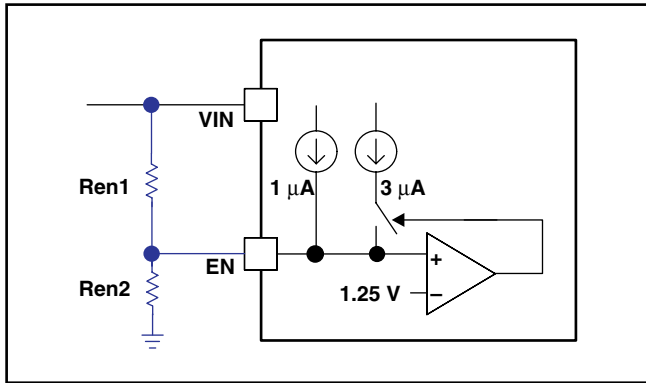

図 11. 可変入力低電圧ロックアウト
VINピンの電圧が内部のVIN UVLOスレッショルドを下回ると、TPS54233はディスエーブルになります。VINが ($V_{OUT} + 2V$) より大きい場合を除き、外部VIN UVLOを使用してヒステリシスを追加することを推奨します。ヒステリシス付きのVIN UVLO電圧を調整するには、図11に示すように、ENピンに接続した外部回路を使用します。ENピンの電圧が1.25Vを超えると、3 μA のヒステリシスが追加されます。目的のVIN UVLOスレッショルド電圧を得るために必要な抵抗値は、式 (1) および式 (2) で計算します。V_{START}は入力開始スレッショルド電圧、V_{STOP}は入力停止スレッショルド電圧、V_{EN}はイネーブル・スレッショルド電圧 (1.25V) です。V_{STOP}は常に、3.5Vより大きい必要があります。